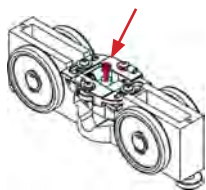

Figura 1. Pasador de seguridad
a) Fije el soporte de la estación de carga en el sistema de rieles independiente/de pared (figura 1). Se recomienda una altura de 110–120 cm respecto al suelo.
Para poder montar y desmontar del riel la unidad de grúa con el sistema QuickTrolley, el pasador de seguridad (marcado en rojo en la figura 1) precisa de un orificio de despeje en el riel que le permita deslizarse arriba y abajo. El montaje y desmontaje de la unidad de carga en el riel solo podrá realizarse en la posición donde se localiza el orificio de despeje.
Coloque el pasador de seguridad en la posición prevista entre las placas de carga (figura 1). La longitud del pasador de seguridad escogido dependerá de la altura del riel (tabla 2).
- 1) Ajuste los puntos de carga en riel; la placa de carga no se fija con los pasadores de resorte (ver figura 1). Al objeto de configurar dichos puntos de carga en riel, extraiga los pasadores de resorte que sujetan la placa de carga. Ahora el conmutador DIP de la placa de circuitos estará ajustado para la función de carga deseada.
- 1) Asegúrese de que los puntos de carga se ajusten a la estación de carga; la placa de carga se fija con los pasadores de resorte (ver figura 1).